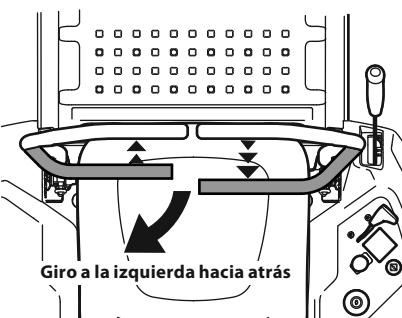

Figura 23
- Para girar a la izquierda mientras se desplaza marcha atrás, mueva la palanca de control del lado izquierdo hacia adelante respecto de la palanca derecha. Consulte la Figura 23.